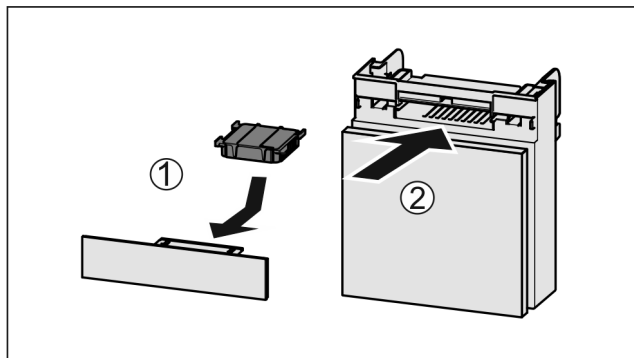

Fig. 37
- Поставете Fig. 37 (1) филтъра с активен въглен, както е показано на фигурата.
- Вкарайте Fig. 37 (2) отделениято.